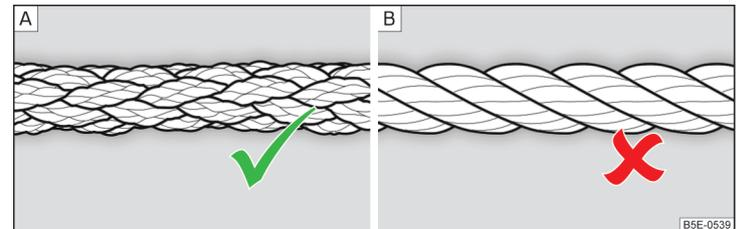

Abb. 333 Geflochtenes Abschleppseil / Gewundenes Abschleppseil
Zum Abschleppen mittels eines Abschleppseils nur ein geflochtenes Kunstfaserseil » Abb. 333 - [\[A\]](#) verwenden » !.
- Zum Abschleppen ist kein gewundenes Abschleppseil zu verwenden » Abb. 333 - [\[B\]](#), die Abschleppöse könnte sich am Fahrzeug herausdrehen - es besteht Unfallgefahr.